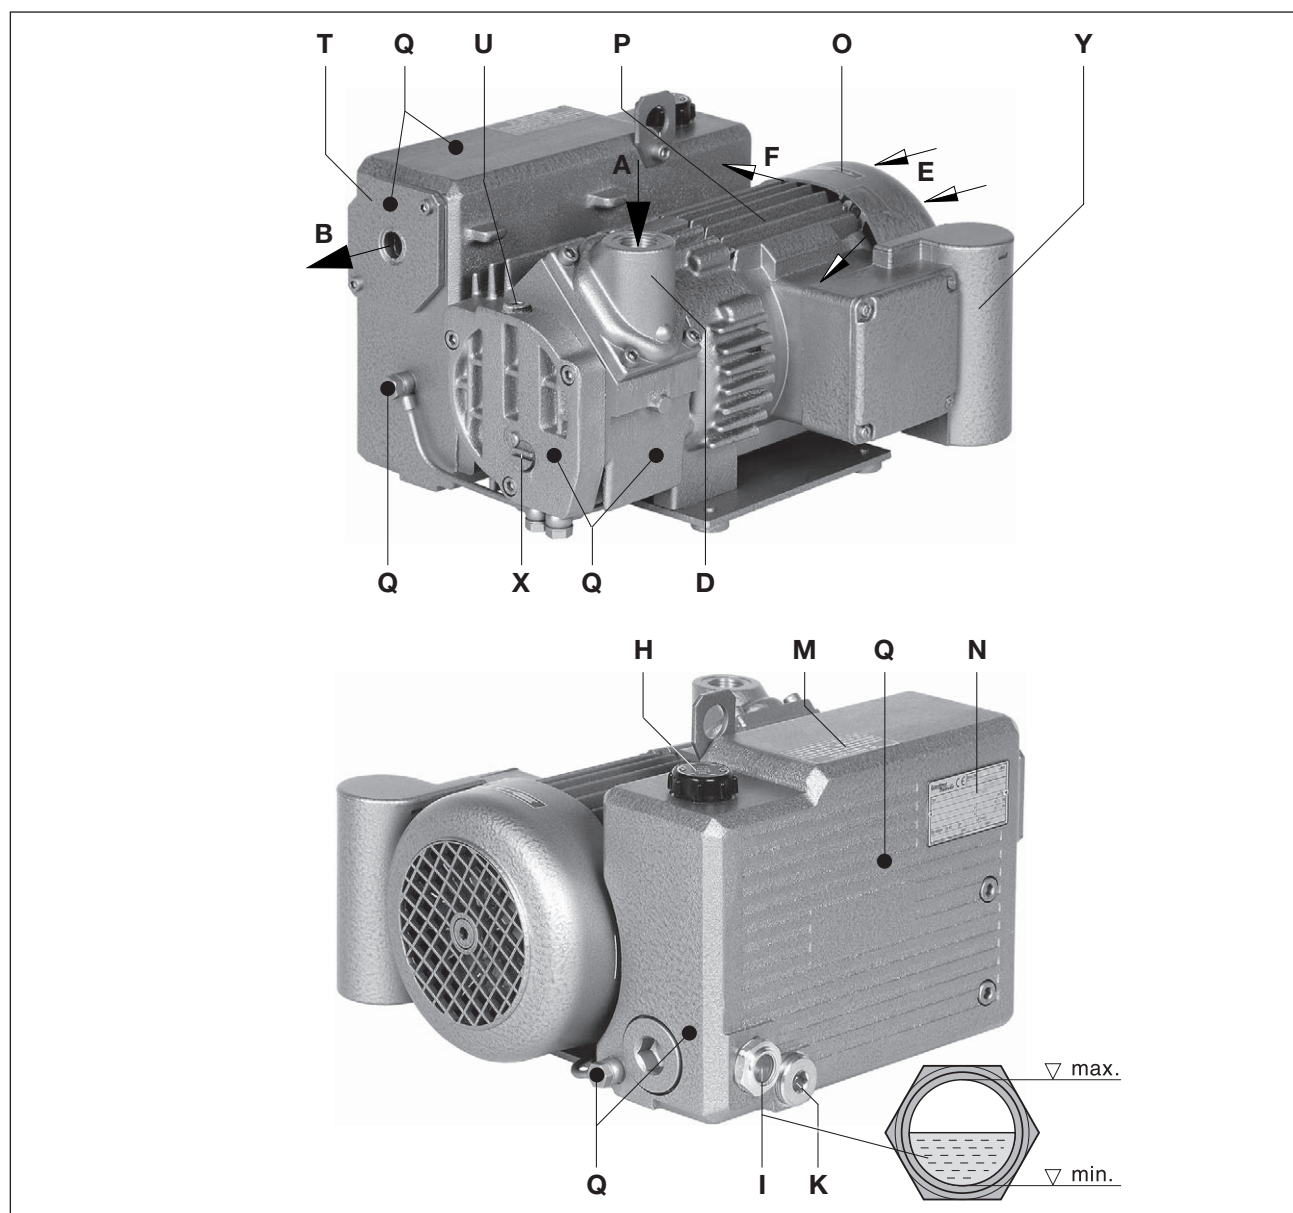

Fig. 2 Vakuumpump V-VGD 10 / V-VGD 15
En gasballastventil (fig. 2/U) → Tillbehör) förhindrar att vattenånga kondenserar i pumpen vid insugning av låga mängder ånga.
Driftansvarig kan välja det max. slutvakuumet [finvakuum 2 mbar (abs.) eller grovvakuum 10 mbar (abs.)] (se inställningsbult (fig. 2/X)).
Oljepåfyllningspunkt (fig. 2/H), oljesiktglas (fig. 2/I) och oljeavtappning (fig. 2/K) måste vara lätt-tillgängliga.
Kylluftingången (fig. 2/E) och kylluftutgångarna (fig. 2/F) måste hålla minst 15 cm avstånd till intilliggande väggar. Kyluft som tränger ut får inte sugas in på nytt. För underhållsarbeten ska det före vinkelflänsen (fig. 2/D) och utblåsningslocket (fig. 2/T) finnas 30 cm avstånd.
Frånluftsöppningen (fig. 2/B) får varken stängas eller begränsas.
- a) Vakuumanslutningen (fig. 2/A) finns på vinkelflänsen (fig. 2/D).
- b) Den uppsugna luften kan blåsas ut fritt genom frånluftsöppningen (fig. 2/B) eller föras bort med hjälp av slang- resp. rörledningar.
- a) Fyll på smörjoljan (se kapitlet „Underhåll“ avseende lämpliga sorter) från oljepåfyllningspunkten (fig. 2/H) till överkanten på siktklasen (fig. 2/I).
- a) Uppgifter om motorns elektronik finns på märkskylten (Fig. 2/N) eller på motorns märksskylt. Motorerna uppfyller kraven i DIN EN 60034 och tillhör skyddsklass IP 55 samt isoleringsklass F. Lämpligt kopplingsschema finns i motorns anslutningsbox (inte på versionen med kontakt-don). Motoruppgifterna måste jämföras med uppgifterna om det befintliga huvudnätverket (aktuell typ, spänning, nätverksfrekvens, tillåtet strömvärde).
Vid maskinens driftstemperatur kan yttemperaturerna på komponenterna (Fig. 2/Q) överstiga 70°C.
- ▷ Drivaxelns planerade rotationsriktning markeras av rotationsriktningspilen (fig. 2/O) på motorflänsen.